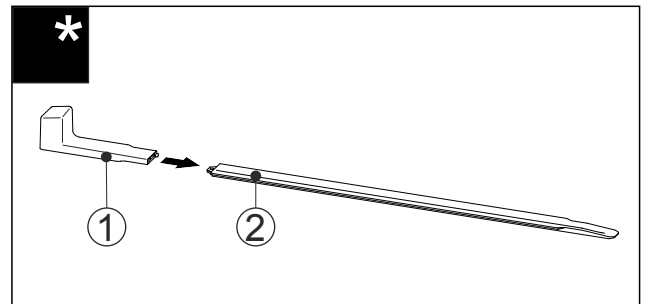

Fig. 59
- Inserire l'impugnatura di montaggio Fig. 59 (1) sulla guida di livellamento Fig. 59 (2).